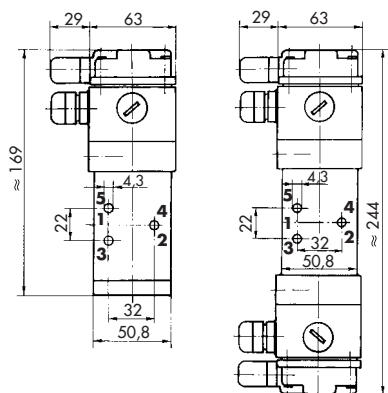

Fig. 3 · Dimensões em mm
- Estes equipamentos podem ser ligados com parafusos através de furação (Fig. 3).